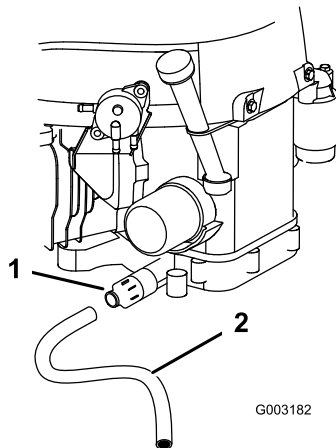

Figure 27
5. Branchez le flexible de vidange au robinet de vidange (Figure 27). Placez un bac sous le flexible de vidange.
6. Tournez le robinet de vidange d'huile pour permettre à l'huile de s'écouler (Figure 27).
8. Enlevez le flexible de vidange (Figure 27).